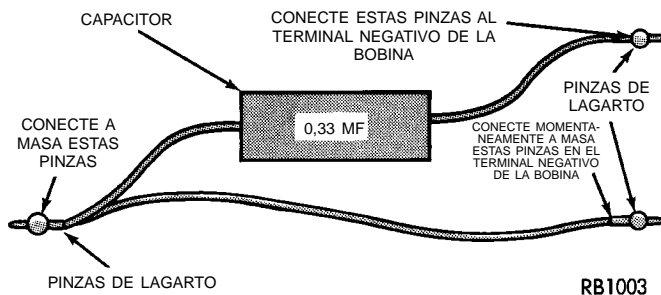

Fig. 9 Terminal negativo del puente especial masa a bobina
(6) Retire el cable de prueba del terminal positivo de la bobina. Conecte un cable de puente calibre 18 entre el terminal positivo de la batería y el terminal positivo de la bobina.
(7) Haga el puente especial que se muestra en la (Fig. 9). Con él conecte a masa **momentáneamente** el circuito del controlador de la bobina de encendido en el conector del PCM (cavidad A-7). Para informarse sobre la localización de la cavidad y el terminal de este circuito, consulte el Grupo 8W, Diagramas de cableado. Al retirar la masa se debe generar una chispa en el cable de la bobina.
(8) Si se genera chispa, reemplace el PCM.
(9) Si no se ve ninguna chispa, utilice el puente especial para conectar a masa directamente el terminal negativo de la bobina.
(10) Si se produce chispa, repare la condición de circuito abierto del mazo de cableado.
(11) Si no se produce chispa, reemplace la bobina de encendido.